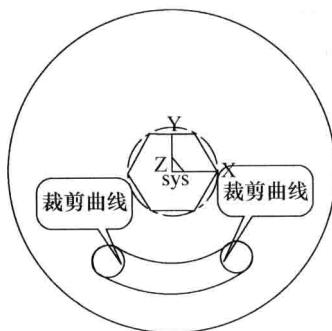
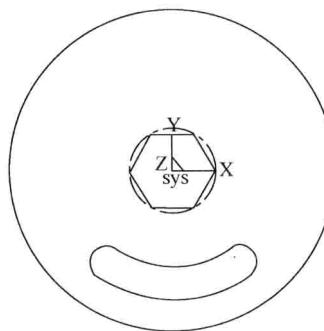

图1-16 删除曲线
图1-17 裁剪曲线
⑥ 单击“删除”按钮 \square ，拾取 $\phi 30$ 、 $\phi 80$ 的圆、夹角为 72° 的两条边，右击删除，结果如图1-16所示。
⑦ 单击“曲线裁剪”按钮 \wedge ，选择“快速裁剪”、“正常裁剪”，拾取需要裁剪的部分，图1-16所示，裁剪结果如图1-17所示。